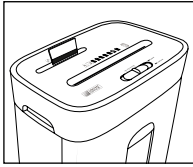

Fig. 8
Indfør kreditkort ovenfra midt i skæreåbningen til CD/kreditkort ② (se fig. 8), og stil omskifteren **REV/OFF/AUTO/FWD** ⑧ på position **FWD** („forward“ [engelsk] = fremad).